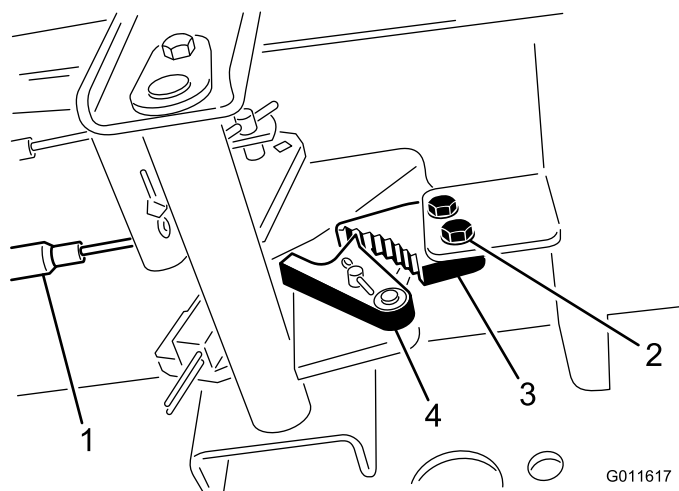

図 75
いるネジ2本をゆるめる（図 75）。
2. ブレーキのツメが戻り止めに完全に掛かるまで駐車ブレーキ・ペダルを前に踏み込む(図 75)。